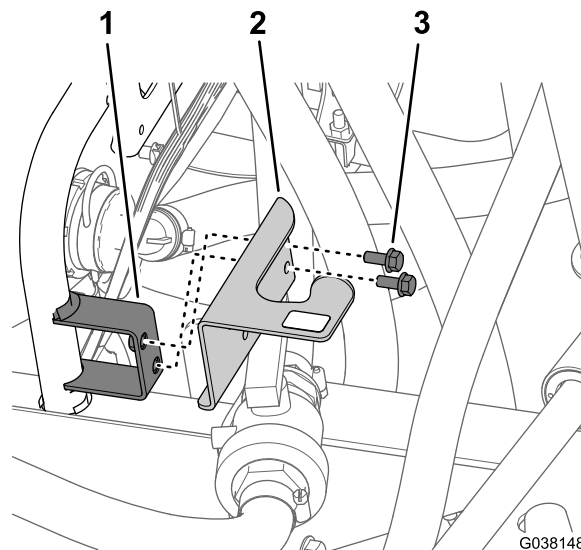

Рисунок 22
2. Выверните 2 болта с фланцевыми головками (5/16 x 3/4 дюйма), которые крепят кронштейн дроссельного клапана к креплению дроссельного клапана, и снимите кронштейн (Рисунок 22).